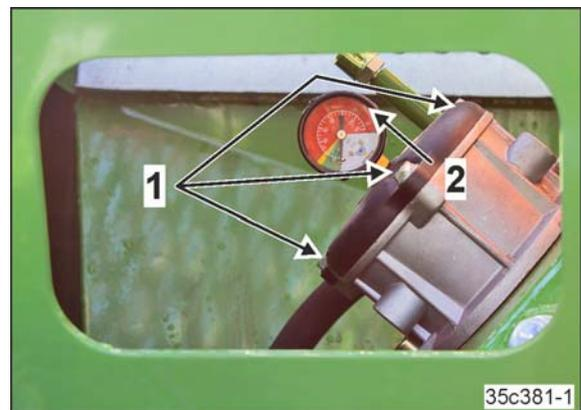

Fig. 293
1. Sechskantschrauben 6x25 (Fig. 293/1) lösen.
2. Deckel abheben (Fig. 293/2)